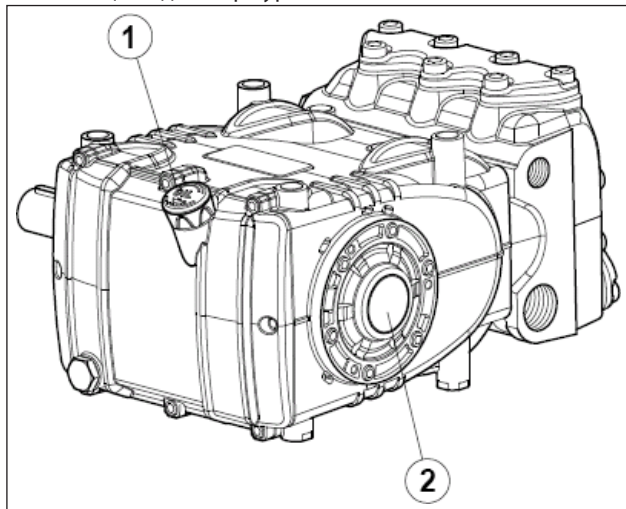

Рис. 14
5. При проверке с помощью специального щупа масло в картере насоса находится на нужном уровне (поз. ①, Рис. 14), в крайнем случае выполните проверку при помощи индикатора уровня (поз. ②, Рис. 14).